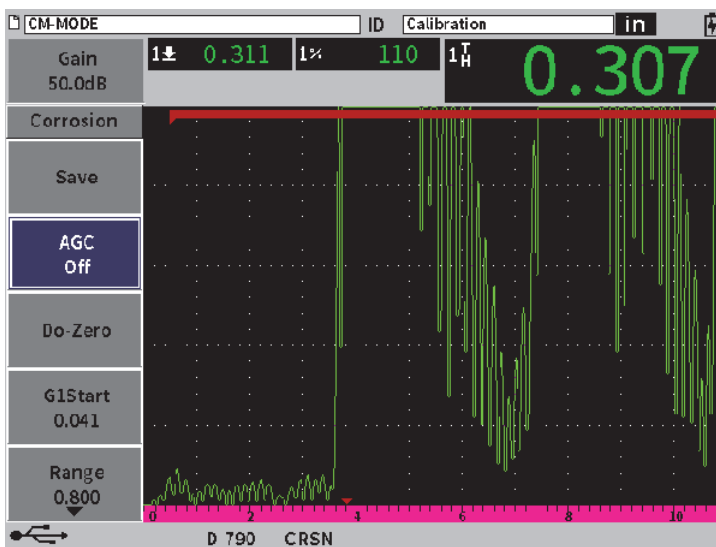

Figura 11-38 AGC activo en el modo de precisión
2. Gire la rueda de ajuste para determinar el parámetro **AGC** a **Act.** (vea la Figura 11-38 en la página 229).